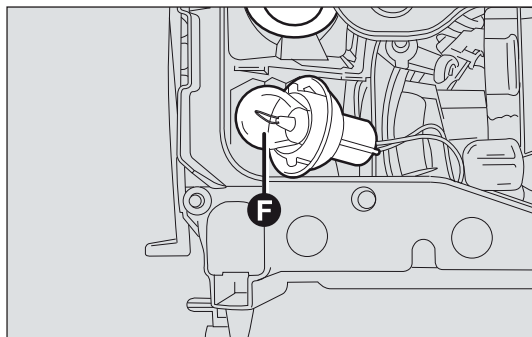

fig. 144
- ☐ asportare la lampada bruciata F-fig. 144 ed inserire la nuova lampada;